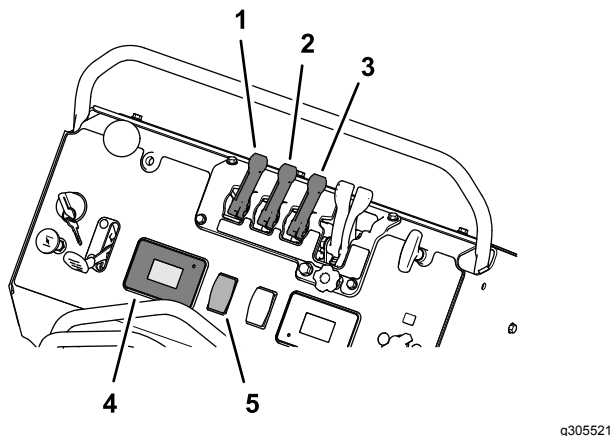

Figure 54
8. Réglez la commande de la pompe à la position MARCHE (Figure 54).